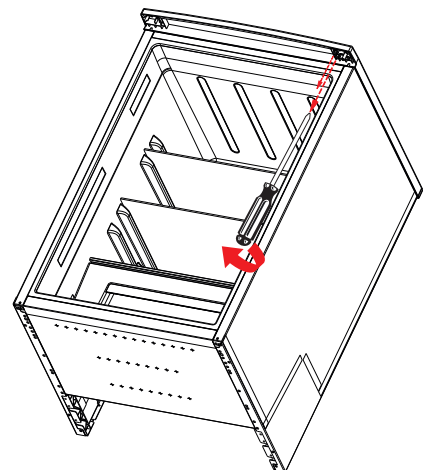

Abb. 11
- ▶ Drehen Sie die beiden Halterungsschrauben des oberen Scharniers der Kühlraumtür mit Hilfe eines Kreuzschlitzschraubendrehers heraus und entfernen Sie das Scharnier vom Kühlschrankgehäuse (Abb. 11).